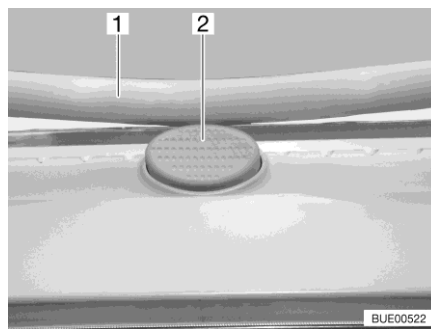

Bild 21 Låsknapp (Heki-taklucka)
- Tryck på låsknappen (Bild 21,2) och dra ner bygel (Bild 21,1) med båda händerna.
- Tryck bygel uppåt med båda händerna tills bygel ligger ovanför låsknappen (Bild 21,2).